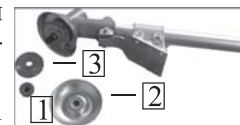

рис.5
#### 6.4 Установка режущего ножа (рис.5)
6.4.1 Открутите гайку крепления ножа 1 (рис.5), вращая её по часовой стрелке.
6.4.2 Снимите нижнюю крышку 2 (рис.5) и прижимную шайбу 3 (рис.5) ножа с шпинделя редуктора.
6.5.1 Открутите гайку крепления ножа 1 (рис.5), вращая её по часовой стрелке.
6.5.2 Снимите нижнюю крышку 2 (рис.5) и прижимную шайбу 3 (рис.5) ножа с шпинделя редуктора.